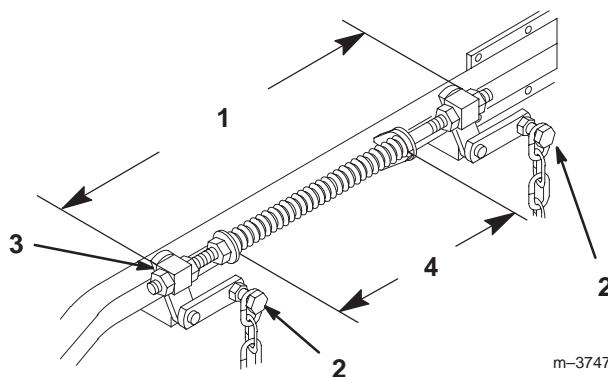

Figure 64
- Desserrez les 4 boulons de chaîne supérieurs dans les fentes. Vérifiez la longueur des ensembles tige/pivot. Il doit exister un écart de 496 mm entre l'extérieur du pivot arrière et l'extérieur du pivot avant (Fig. 64). Vérifiez que les quatre pivots bougent librement dans les trous.
- Les ressorts sont comprimés pour obtenir un écart de 279 mm entre les deux grandes rondelles (Fig. 64).
- Tournez l'écrou devant chaque ressort pour obtenir le réglage voulu (Fig. 64). Tournez l'écrou dans le sens horaire pour raccourcir le ressort et dans le sens anti-horaire pour l'allonger.